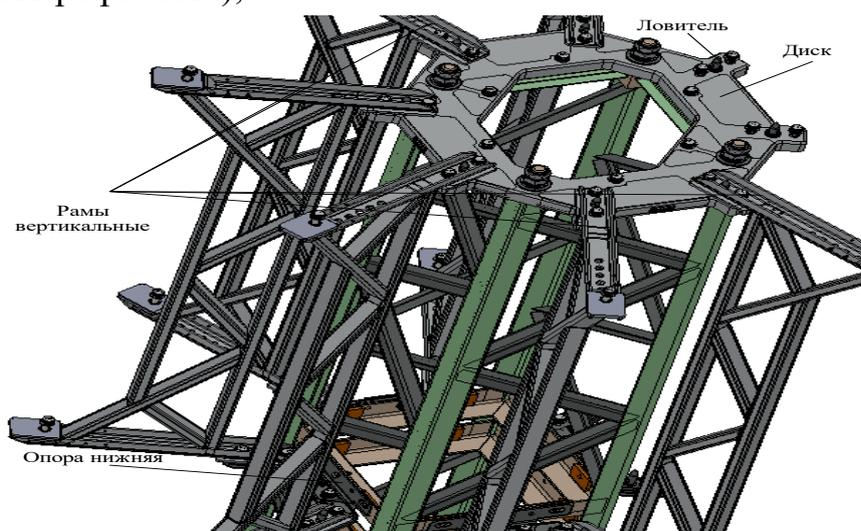

Рис. 8.10. Крепление вертикальных рам к диску и нижним опорам
- четыре верхних сегмента (ЮКШЖ.301224.052) и четыре нижних сегмента (ЮКШЖ.301224.053) устанавливаются на выступающие перекладины установленных рам. Сегменты к рамам закрепляются болтами М размером 12×50. Между собой сегменты закрепляются винтами М размером 10×45 и болтами М размером 8×35 (рис. 8.10) (работу проводят первый, второй, третий и четвертый номера расчета);